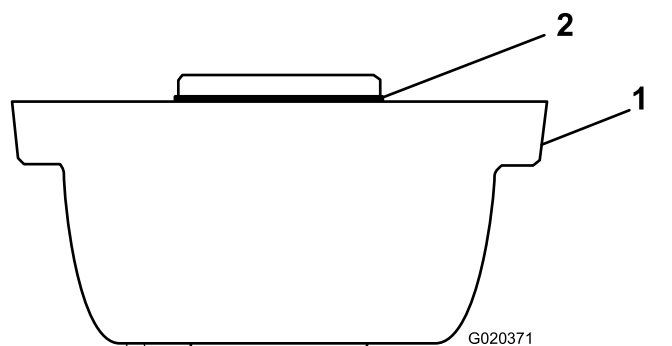

図 3
1. リングにグリスを塗り、Oリングがハウジングに正しく取り付けられていることを確認する **図 3**。